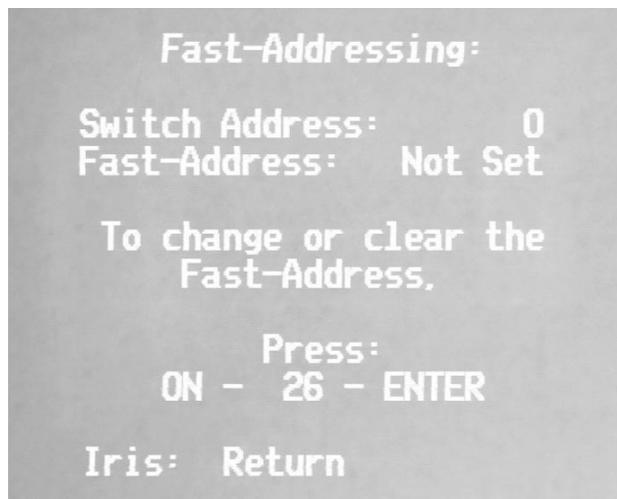

Figura FA1
2. Premere **On-999-Enter**. Viene visualizzata la schermata mostrata nella figura FA1.
- Le telecamere che non dispongono della funzione *Fast Address* visualizzano la schermata della **figura FA1** quando viene utilizzato **On-999-Enter**. Accertarsi di visualizzare la telecamera che si desidera programmare.